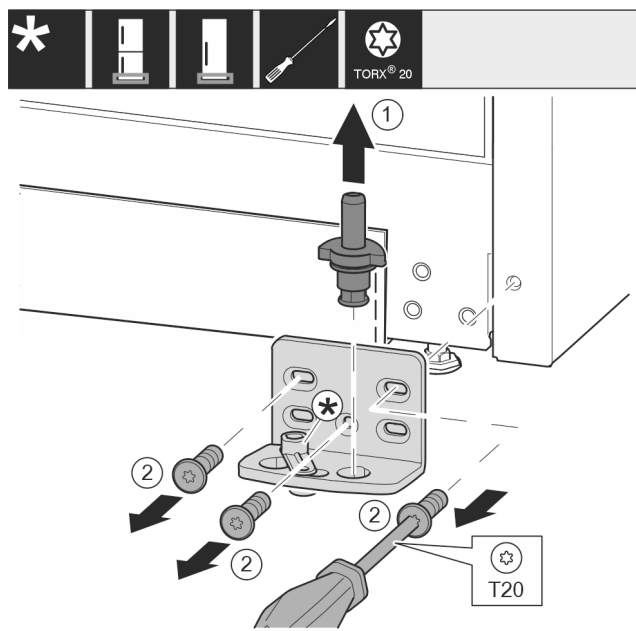

Fig. 27
- Retirer entièrement l'axe de palier Fig. 27 (1) par le haut.
- Desserrer les vis Fig. 27 (2) avec un tournevis et retirer le support de palier.